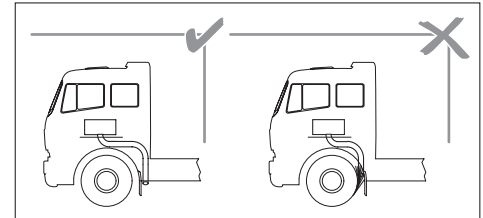

Bild 19: Förhindra blockering
- ▶ Montera avgasledningar från värmaren genomgående fallande så att kondens kan rinna ut. Se Bild 19.
- ✓ Avgasutsläppet får inte blockeras. Se Bild 19.